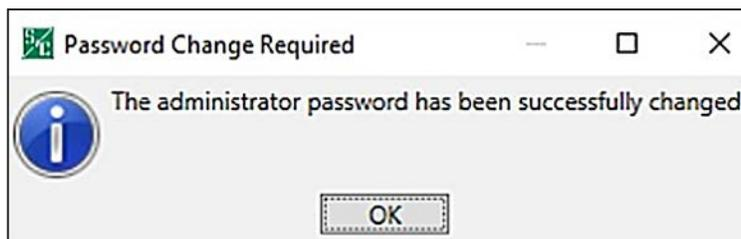

Figura 106. Caixa de diálogo confirmando o sucesso da Alteração da Senha.
PASSO 3. Quando a senha for alterada com sucesso, a caixa de diálogo mostrada na Figura 106 é exibida, confirmando esta operação. Clique no botão **OK** para concluir o processo de alteração de senha. Se a senha não puder ser alterada com sucesso, vá para o Passo 4.